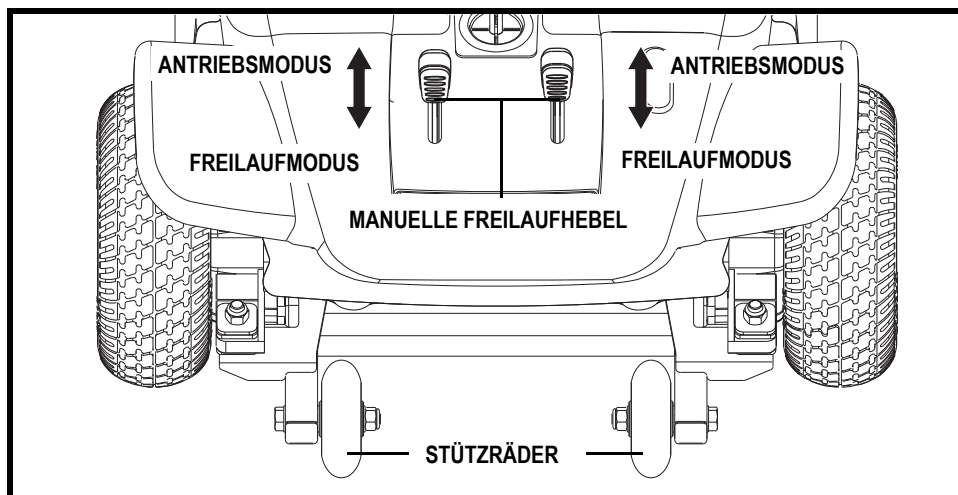

Abb. 7. Hinterseite des Fahrgestells
1. Suchen Sie die Hebel an der hinteren Seite des Fahrgestells. **Siehe Abb. 7.**
Die Stützräder sind ein unerläßlicher und wichtiger Sicherheitsaspekt Ihres Go-Chairs. Sie sind an dem Rahmen am Heck Ihres Go-Chairs festgeschraubt. **Siehe Abb. 7.**